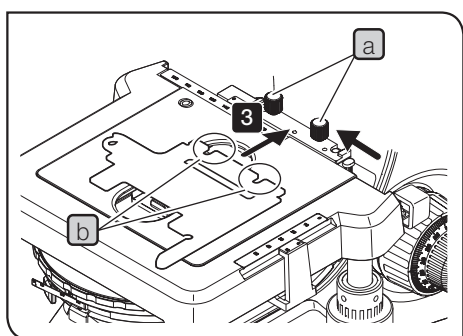

Fig. 49
- 2 Desaperte o botão de fixação do suporte da amostra **a** (2 un.) da placa da platina. (a Fig. 49 mostra os procedimentos para colocar o suporte da amostra para observar duas lâminas (U-HRDT-4))